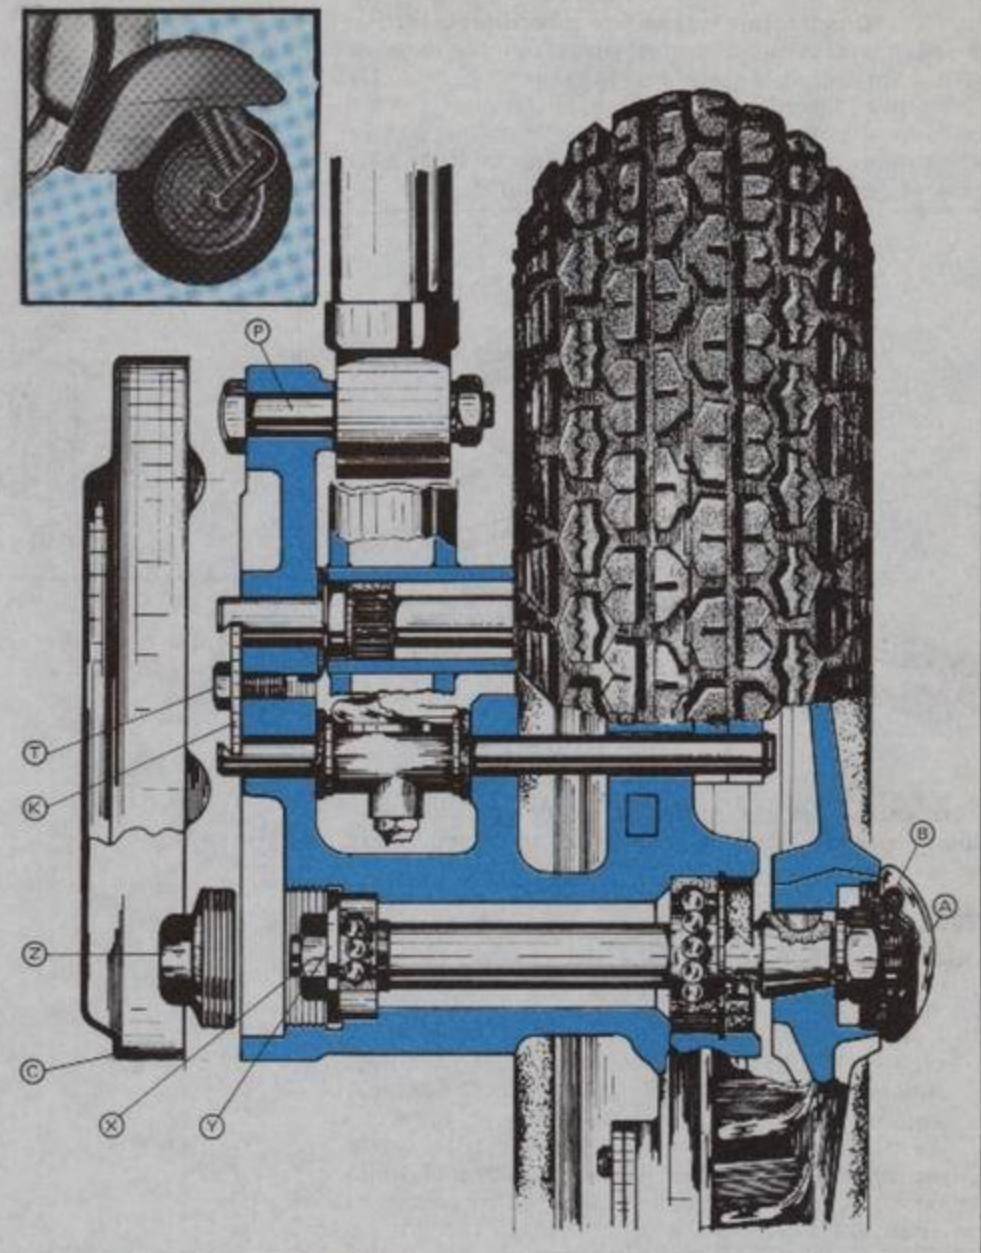

Fig. 49
Fig. 49. Desmontaje del tambor del freno delantero: Quitar, actuando con un destornillador, el guardapolvo (A), extraer la grupilla (B), desenroscar con llave 22 la tuerca de sujeción del tambor y quitar la arandela plana. Seguidamente desmontar el tambor del freno delantero (**).
- (Fig. 49). Desenroscar la tuerca (Z); blocar el eje y desmontar la tuerca (X); extraer la arandela (Y).